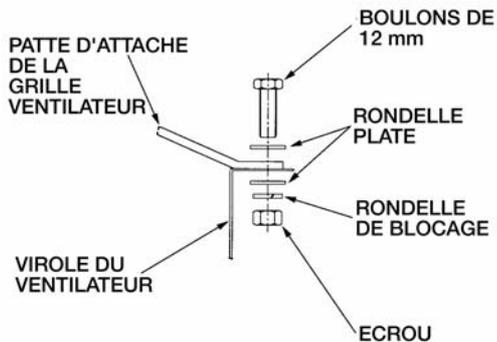

Figure 9 - Fixation de la grille de protection ventilateur sur la virole
2. A chaque trou, fixer la grille sur la virole comme indiqué Figure 9.
4. A chaque trou, fixer la grille de protection à la virole de refoulement comme indiqué Figure 9. Aux quatre points de contact, boulonner ensemble la grille de protection et son support sur la virole de refoulement.